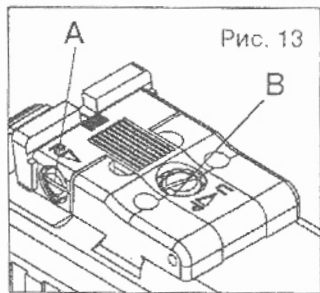

Рис. 13
- если Ваш пистолет стреляет **ВЛЕВО** от точки прицеливания, то вращайте горизонтальный винт А (рис. 13) по часовой стрелке в направлении указанном буквой "R";
- если Ваш пистолет стреляет **ВПРАВО** от точки прицеливания, то вращайте горизонтальный винт А (рис. 13) против часовой стрелки против направления указанного буквой "R";
- если Ваш пистолет стреляет **НИЖЕ** точки прицеливания, то следует при помощи отвертки вывернуть вертикальный винт В (рис. 13) против часовой стрелки по направлению надписи "UP" ("вверх");
- если Ваш пистолет стреляет **ВЫШЕ** точки прицеливания, то следует при помощи отвертки ввернуть вертикальный винт В (рис. 13) по часовой стрелке против направления надписи "UP" ("вверх");